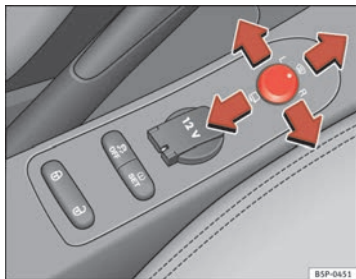

Abb. 90 Drehknopf für Außenspiegeleinstellung
1. Drehen Sie den Drehknopf $\Rightarrow$ Abb. 90 in Stellung **L (linker Außenspiegel)**.
- Drehen Sie den Drehknopf nach vorne auf die mittlere Stellung $\Rightarrow$ Abb. 90 ①, damit die Heizung der Außenspiegel und die Funktion der beheizbaren Windschutzscheibe* im Bereich der Ruhestellung der Wischerblätter eingeschaltet wird $\Rightarrow$ Seite 128.
- Drehen Sie den Drehknopf $\Rightarrow$ Abb. 90 in Stellung ☞, um die Außenspiegel anzuklappen. Sie sollten die Außenspiegel immer anklappen, wenn Sie eine automatische Waschanlage durchfahren, um Beschädigungen zu vermeiden.